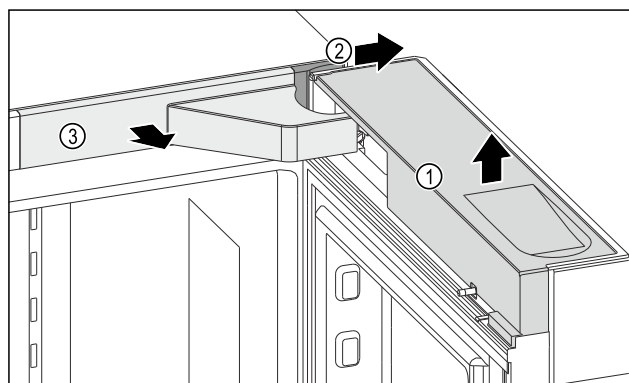

Fig. 11
- ▶ Sejměte kryt Fig. 11 (1).
- ▶ Sejměte kryt Fig. 11 (2).
- ▶ Sejměte kryt Fig. 11 (3).